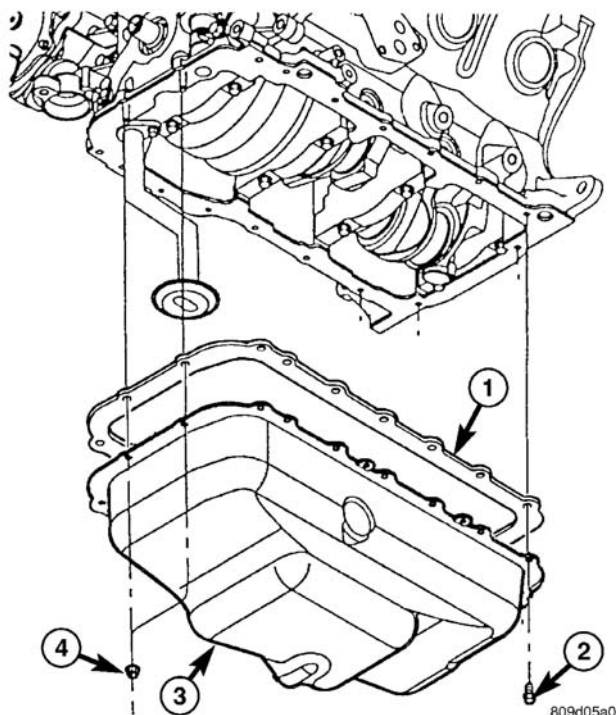

图 107 机油盘
- (6) 卸下机油盘扣件（图 107）。
- (7) 卸下机油盘和垫片（图 107）。
(2) 在机油盘上安装新的机油盘衬垫 (图 107)。
(3) 安装机油盘，将紧固件拧紧至 12N.m (105in.lbs.) (图 107)。